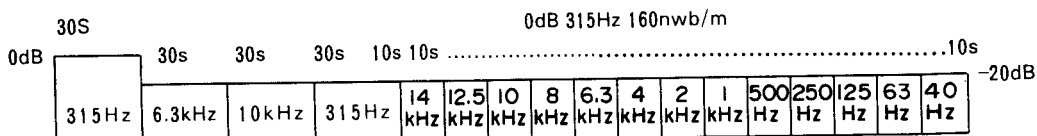

Fig. 6-5 Constantes de la cinta de prueba STD-331B
- STD-331B : Ajustes de reproducción (Véase la Fig. 6-5)